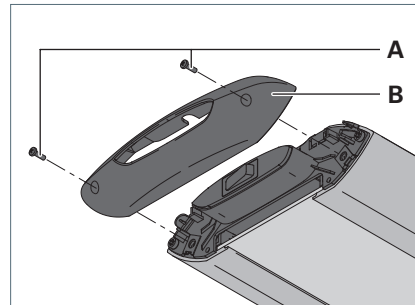
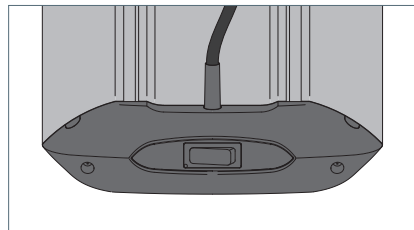

Fig. 3: Seitenteil montieren.
Fig. 4: Seitenteil und Tülle montiert.
- ▶ Montieren Sie das Seitenteil B mit den beigelegten Schrauben A, siehe Fig. 3 und siehe Fig. 4.